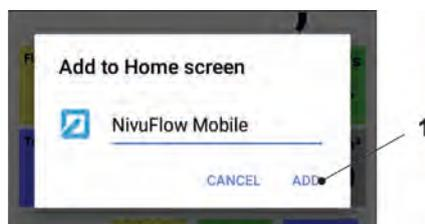

Fig. 31-8 Confirmer par « Add »
9. Confirmer par « Add » (Fig. 31-8 point 1).